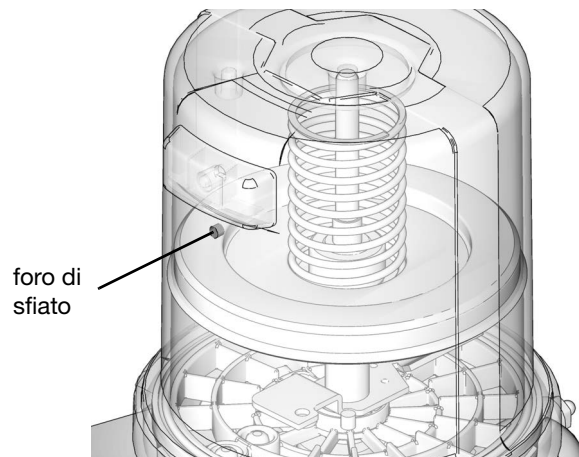

FIG. 16
3. Riempire il serbatoio di grasso finché la tenuta della piastra di inseguimento non apre il foro di sfiato (FIG. 16) e la maggior parte dell'aria non viene espulsa dal serbatoio.